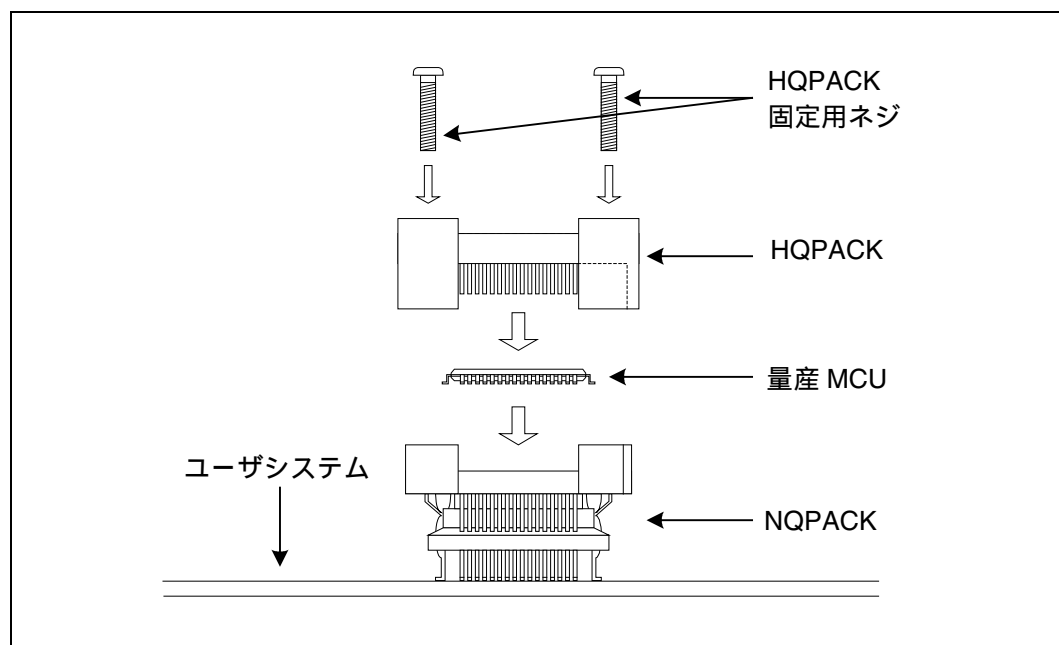

図 5 量産 MCU 実装方法
2. 量産 MCU が NQPACK に正しく実装されていることを確認してから、HQPACK と NQPACK のインデックス (1 箇所のみ直線的に欠けた角) とを合わせて差し込みます (図 5 参照)。HQPACK のピンは細く曲がりやすいため、NQPACK に接続する場合は、HQPACK のピンが曲がらないことを確認して差し込んでください。